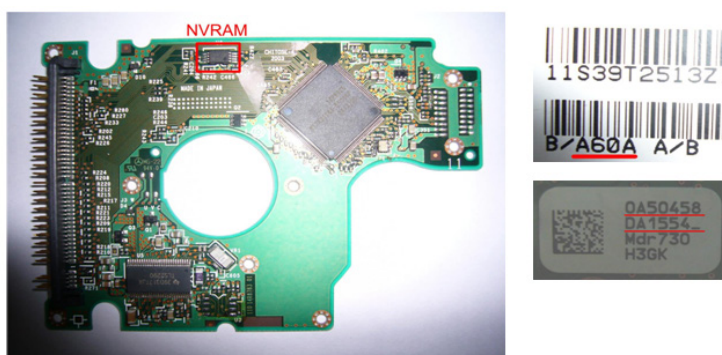

图 7-100 NVRAM 版本
- (1) 如果可以看到硬盘的固件版本号,那么 NVRAM 版本号为固件版本号后四位。
- (2) 部分硬盘标签上的条形码标识。
- (3) 电路板上标识码前两行相同也代表相同的 NVRAM 版本,如图 7-100 所示。